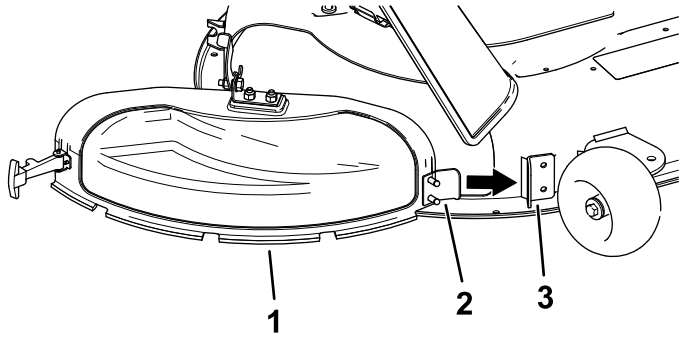

Figure 14
- Inclinez la languette en métal sur le couvercle d'éjection pour la rentrer dans la fente du support qui est soudé au plateau de coupe (Figure 14).